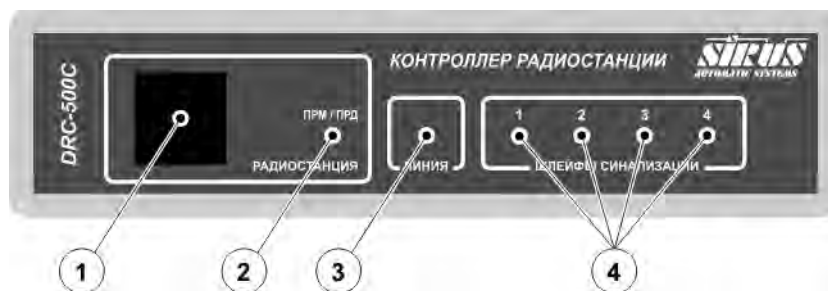

Рисунок 3. Передняя панель Контроллера Радиостанции.
3. Соедините разъём для подключения тангенты радиостанции и разъём 1 (Рисунок 3) Контроллера Радиостанции при помощи соответствующего кабеля;
- Индикатор 2 (Рисунок 3) светится зеленым цветом (через 3 секунды после включения радиостанции);
- Индикатор 3 (Рисунок 3) связи светится зеленым цветом (Пульт Оператора подключен) или зеленое свечение прерывается (Пульт Оператора не подключен);
- **М:** Зелёное свечение индикатора 3 (Рисунок 3) прерывается — все Пульты Оператора находятся в режиме «приём». Попросите помощника перевести Пульт Оператора, находящийся на максимальном удалении от Контроллера Радиостанции, в режим «передача»: индикатор 3 (Рисунок 3) должен светиться зеленым цветом — линия связи исправна;
- Группа индикаторов 4 (Рисунок 3) отображает текущее состояние сигнальных шлейфов.
Индикатор 2 (Рисунок 3) отражает текущее состояние радиостанции следующим образом:
- не горит — радиостанция выключена или не подключена к разъёму 1 (Рисунок 3) Контроллера Радиостанции;
Индикатор 3 (Рисунок 3) отражает текущее состояние линии связи следующим образом:
Группа индикаторов 4 (Рисунок 3) отражает текущее состояние шлейфов сигнализации следующим образом: